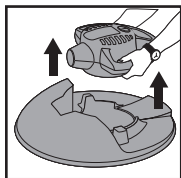

FIGURA 12
25. Para extraer el soplador portátil de la cubierta del depósito, tome ambas manijas del soplador y tire de ellas hacia arriba. **FIGURA 12.**